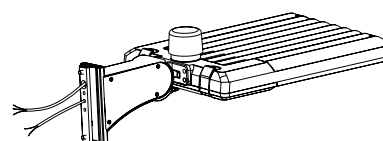

Figure 4
Étape 2 : Installez le support sur le luminaire, puis fermez le couvercle latéral et serrez-le. (Fig. 4)